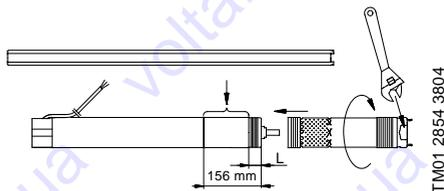

Fig. 6
1. Placera motorn horisontellt i ett skruvstöd och spänn fast den, se fig. 6.
**OBS:** Pumpaxeln måste kugga i motoraxeln. En skiftnyckel kan användas på pumpdelens spännytor, se fig. 6.